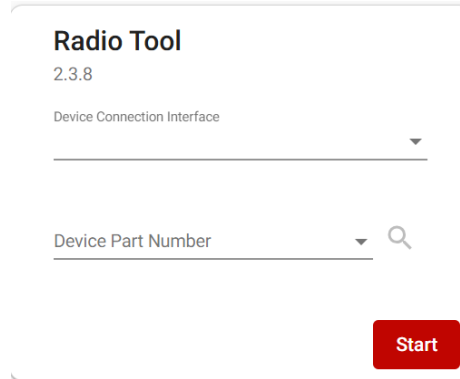

图 3-1. Radio Tool 主页
1. 打开“simplelink-wifi-toolbox”应用程序并启动 Radio Tool。此时将显示初始屏幕，如图 3-1 所示